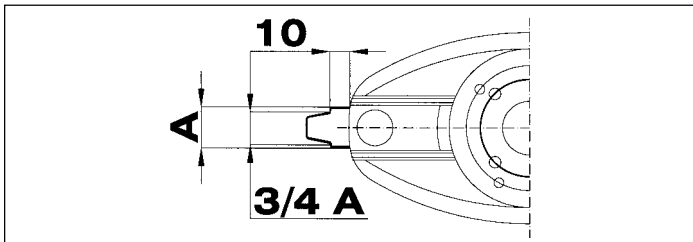

Fig. 19
- **ils sont usés** : si la largeur du couteau à 10 mm / 0,39 inch. du disque est à $\frac{3}{4}$ de la largeur d'origine (fig. 19).